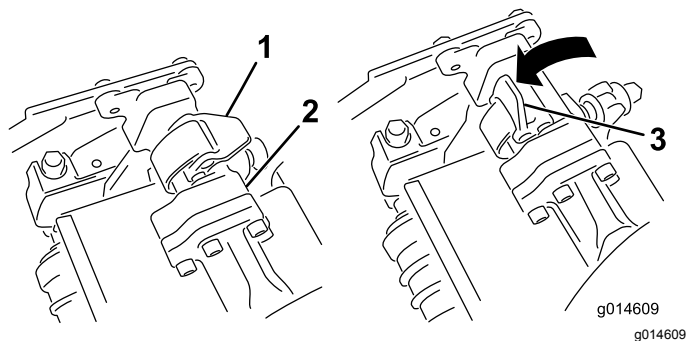
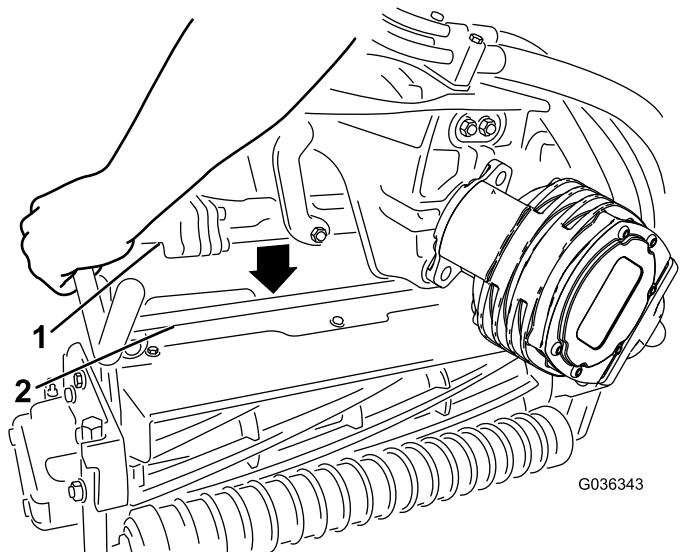

図 45
図 46
4. サスペンションアームのバーについているラッチを上向き開いた状態にして 図 45、サスペンションアームを押し下げて、バーを、カッティングユニットのバーの上に被せるようにする 図 46。
5. ラッチを下げて閉じるとカッティングユニットのバーがロックされてユニットがアームにセットされる 図 45。
5. 取り外したいカッティングユニットのサスペンションアームのバーについているラッチを開く **図 45**。